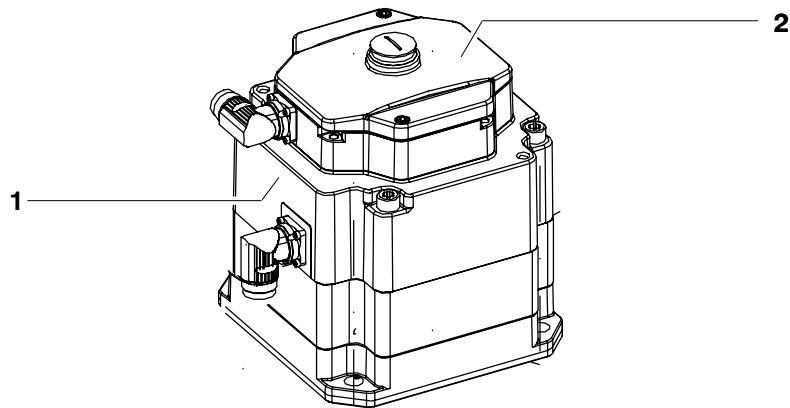

Fig. 7 Unité d'entraînement pour entraînement axe majeur
Les axes 1, 2 et 3 du robot sont entraînés par des unités d'entraînement conformément à la Fig. 7. Un entraînement pour axe majeur est formé d'un servomoteur AC (1) sans balais avec frein mono-disque à aimant permanent et résolveur d'arbre creux (2), les deux intégrés. Les entraînements des axes majeurs 1, 2 et 3 sont de construction égale.